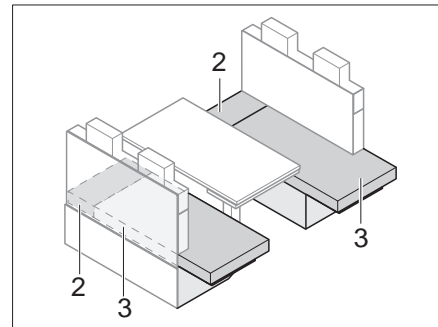

Bild 105 Nach dem Vergrößern
- Sitzpolster (Bild 105,3) auf die Sitzbankverlängerung ziehen.
- Zusatzpolster (Bild 105,2) zwischen die Sitzpolster (Bild 105,3) und die Außenwand legen.
- Zusatzpolster (Bild 105,2) entfernen.
- Sitzpolster (Bild 105,3) auf die Sitzbank ziehen.